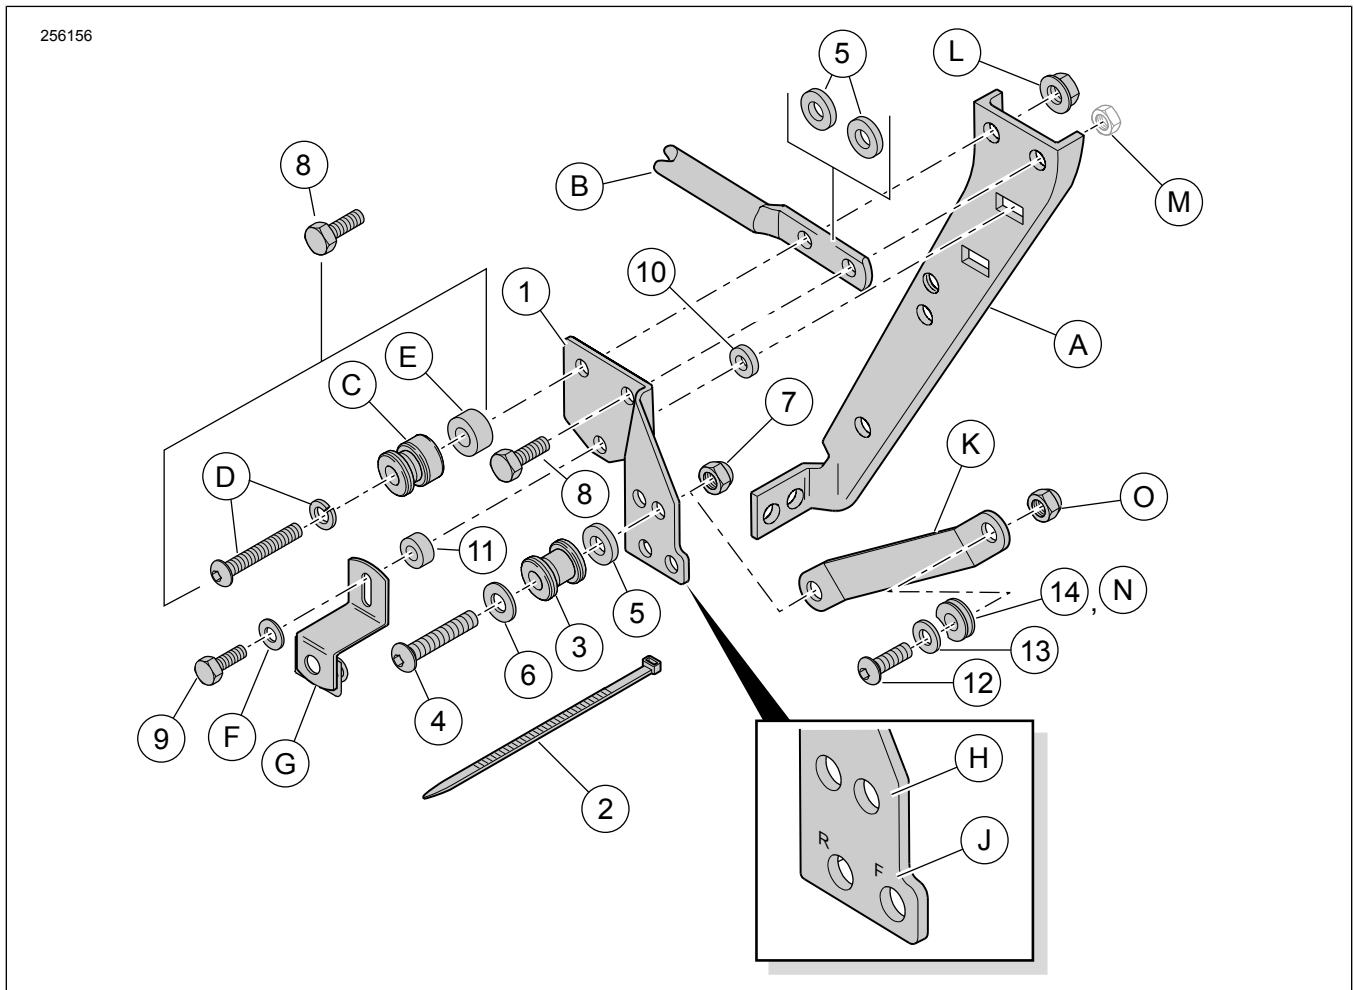
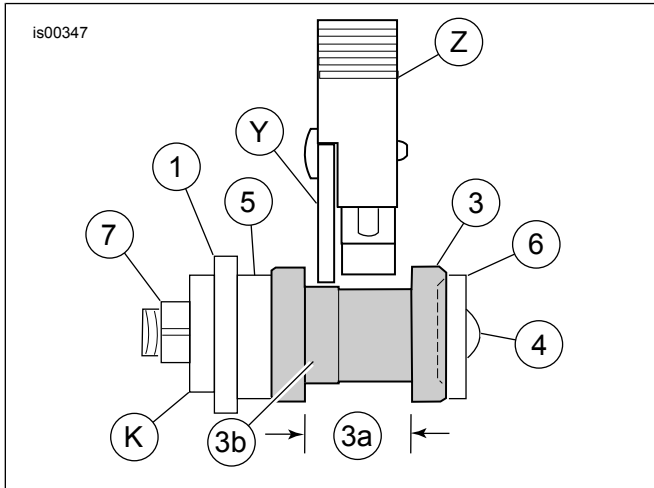

Figure 1. Mga Nilalaman ng Kit: Harapang Docking Kit Na Ikinakabit Nang Mag-isa
Figure 7. Tamang Pagpapantay ng Latch sa Docking Point
Tingnan ang Figure 1 . Ang mga mounting bracket ng harapang docking-point (1) ay nakalaan sa partikular na panig. Ang mga letrang nakatatak malapit sa mga mas mababang butas ay dapat na nakaharap sa labas, at matutukoy ang harapan (F) at likurang (R) posisyon.
2. **Walang rear docking kit:** Tingnan ang Figure 1 . Ikabit ang mounting bracket gaya ng sumusunod:
- Magkabit ng 5/16-18 x 1 in. (25 mm) na mahabang turnilyo (8) sa parehong mas mataas ng butas.
- Magkabit ng 1/8 x 1 in. (3.2 mm) na makapal na spacer (5) sa bawat turnilyo, sa pagitan ng mounting bracket (1) at sa Orihinal na Kagamitan (OE) support bracket ng saddlebag (A).
3. **Walang likurang docking kit:** Tingnan ang Figure 1 . Ikabit ang mounting bracket gaya ng sumusunod:
- Magkabit ng 5/16-18 x 1 in. (25 mm) na mahabang turnilyo (8) mula sa harapang docking kit (53803-06) sa itaas na harapang butas ng bracket (1), at papasok sa harapan ng bracket (B) mula sa likurang docking kit (53804-06), na ilalagay sa pagitan ng mounting bracket (1) at orihinal na equipment na support bracket ng saddlebag (A).
- Magkabit ng 5/16-18 x 2-1/4 in. (57 mm) na mahabang turnilyo at lockwasher (D), docking point (C), at 0.386 in. (9.8 mm) na makapal na spacer (E) mula sa likurang docking kit (53804-06) sa itaas na likurang butas ng bracket (B) mula sa likurang docking kit (53804-06), na ilalagay sa pagitan ng mounting bracket (1) at orihinal na equipment na support bracket ng saddlebag (A).
4. Tingnan ang Figure 1 at Talahanayan 2 . Ikabit ang likurang saddlebag mount.
- Magkabit ng 1/4-20 na turnilyo (item 9, ang haba ay 1 in. o 7/8 in. depende sa modelo) papasok sa washer (F) at kutab sa saddlebag mounting bracket (G).
b. **Para sa mga modelong FLHR, FLHT, o FLTR:** Ipasok ang mga roska sa ilalim na butas ng mounting bracket (1), nang direkta sa ilalim ng mga turnilyong naunang ikinabit.
c. **Para sa mga modelong FLHRC o FLHRS:** Maglagay ng 9/16 in. (14.3 mm) na makapal na spacer (11) sa mga roska ng turnilyo, at ipasok ang mga roska sa ilalim na butas ng mounting bracket (1), nang direktang sa ilalim ng mga turnilyong naunang ikinabit.
d. Maglagay ng 1/8 in. (3.2 mm) na makapal na spacer (10) sa mga roska ng turnilyo, at ipasok ang mga roska sa saddlebag support bracket (A) at papasok sa clip nut. Higpitan.
7. Tingnan ang Figure 7 at Figure 1 . Maglagay ng washer (6) sa mga rosкас ng button-head na turnilyo (4) mula sa kit na ito.
8. Maglagay ng docking point (3), na nakaposisyong tulad ng ipinakikita, sa ibabaw ng mga rosкас ng turnilyo, na sinusundan ng spacer (5).
- a. **Para sa mga modelong 1994-1996:** Papasok sa pinakalikurang butas (H) sa mounting bracket (1).
- b. **Para sa mga modelong 1997 at mas bago:** Papasok sa pinakaharapang butas (H) sa mounting bracket (1).
- c. Ipasok ang mga rosкас ng turnilyo papasok sa mas malaking butas sa bracket (53805-99, item K, bahagi ng Rack o Sissy Bar Upright Kit) at maluwag na sarhan sa posisyong nang walang locknut (7).